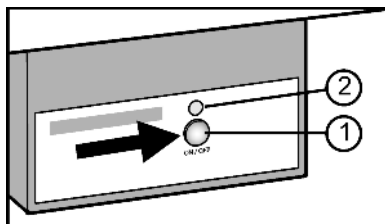

Fig. 16
- ▶ Nacisnąć przycisk On/Off Fig. 16 (1), aż zaświeci LED Fig. 16 (2).